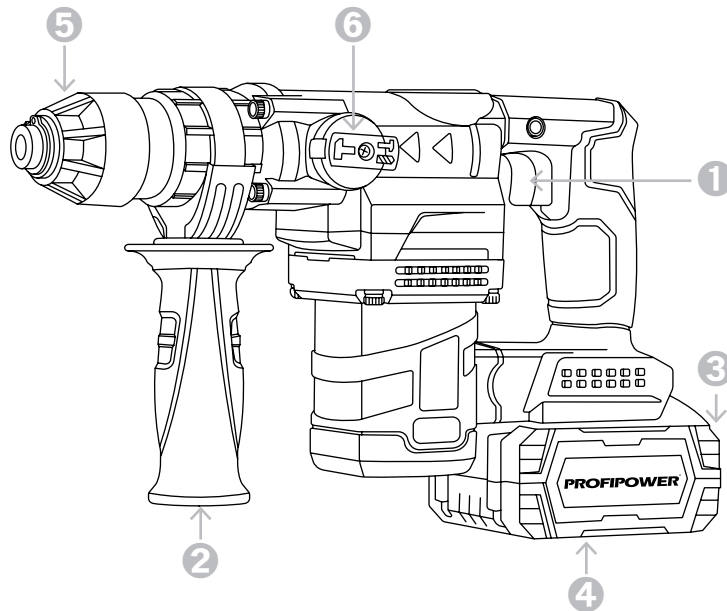

Рисунок 1.1. Устройство инструмента
**ВНИМАНИЕ!** Пользуйтесь электроинструментом только с дополнительной рукояткой «3» (рисунок 1.1.) Дополнительную рукоятку «3» можно повернуть в любое положение для удобства контроля инструмента и безопасной работы.
① Для включения электроинструмента нажмите триггерный выключатель «1»(рисунок 1.1.) и держите его нажатым.
② Для выключения электроинструмента отпустите триггерный выключатель «1» Отделяйте аккумуляторный блок от инструмента всегда по окончании работы. Перед установкой аккумуляторного блока в инструмент обязательно убедитесь, что его триггерный выключатель «1» нормально работает ивозвращается в положение (ВЫКЛ.) при отпускании.
Нажмите на триггерный выключатель «1» (рисунок 1.1.) для включения лампы. Лампа будет светиться пока выключатель будет оставаться в нажатом положении.
**ВНИМАНИЕ!** Перед работой всегда проверяйте направление вращения. Пользуйтесь переключателем «2» только после полной остановки инструмента, чтобы избежать его повреждения. Для ударного сверления и для долбления всегда устанавливайте правое направление вращения. Направления вращения патрона можно изменять с помощью переключателя «2», при отпущенной клавише выключателя «1» (рисунок 1.1.). Для вращения вправо прижмите переключатель направления вращения влево до упора. Для вращения влево прижмите переключатель направления вращения вправо до упора.
**ВНИМАНИЕ!** Изменяйте режим работы только при выключенном электроинструменте! В противном случае электроинструмент может быть поврежден. Переключателем режимов «8» (рисунок 1.1.) выберите режим работы электроинструмента в соответствии с таблицей.